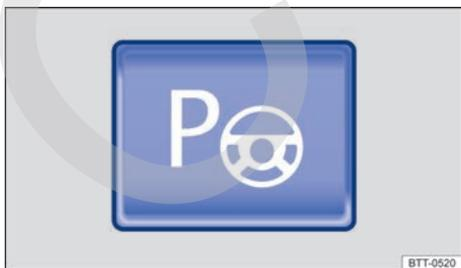
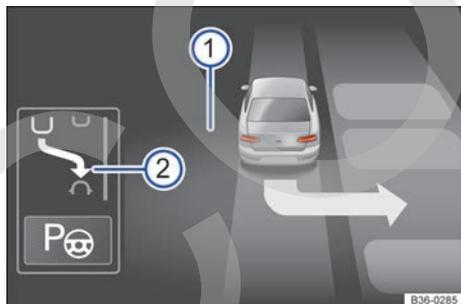

Fig. 208 En la parte superior de la consola central: tecla para conectar el sistema de aparcamiento asistido.
Fig. 210 En la pantalla del cuadro de instrumentos: visualización del sistema de aparcamiento asistido con visualización reducida.
Los componentes del sistema de aparcamiento asistido son los sensores de ultrasonido situados en los paragolpes delantero y trasero, la tecla **Ps** → fig. 208 para conectar y desconectar el sistema y las indicaciones en la pantalla del cuadro de instrumentos.
Tras activar el sistema de aparcamiento asistido y tras detectarse un hueco de aparcamiento, en la pantalla del cuadro de instrumentos se propone un modo de aparcamiento. El sistema de aparcamiento asistido selecciona el modo de aparcamiento automáticamente. El modo seleccionado se muestra en la pantalla del cuadro de instrumentos → fig. 210. También se muestra la visualización reducida de otros modos de aparcamiento posibles → fig. 209. Si el modo seleccionado por el sistema no se corresponde con el modo deseado, se puede seleccionar otro modo pulsando de nuevo la tecla **P** → fig. 208.
2.	Ponga el motor en marcha → pág. 200. Pulse la tecla P_{REV} → fig. 208.